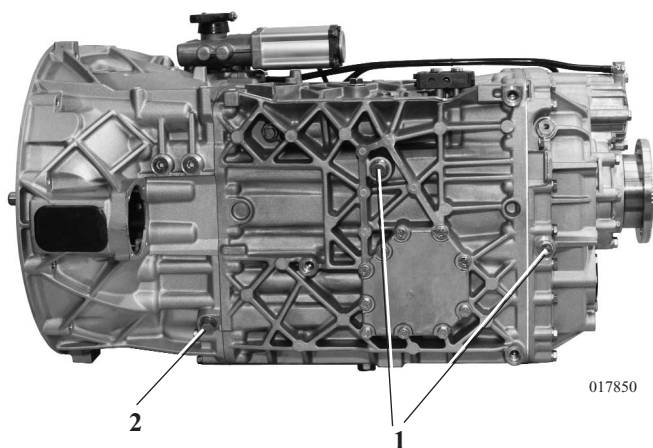
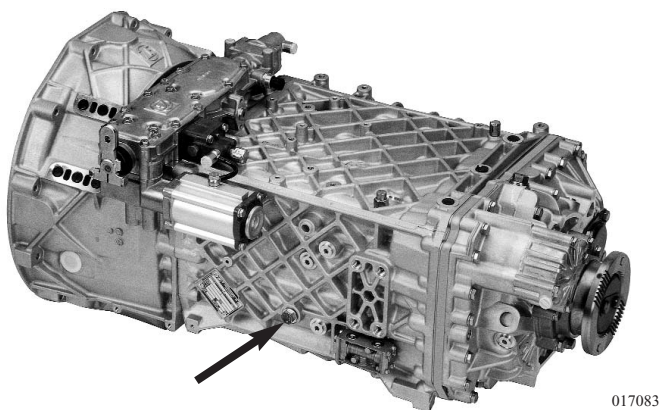

Рис. 12
Рис. 13
- Вывинтите резьбовые пробки для слива масла на коробке передач (рис. 12, поз. 1 и 2) и слейте отработанное масло в подходящую емкость.
- Затяните резьбовые пробки для слива масла (1) с указанным крутящим моментом.
- Очистите резьбовую пробку с магнитной заглушкой (2) и затяните с указанным крутящим моментом.
- Заполнить масло через отверстие для заполнения (рис. 13).